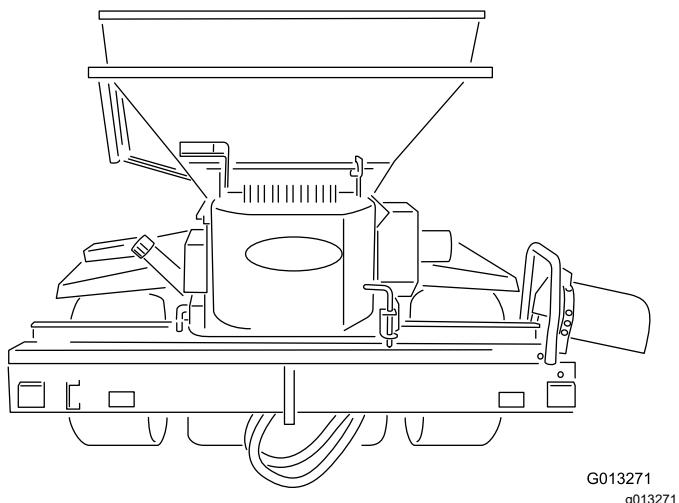

Рисунок 8
10. Зафиксируйте транспортер с помощью пальца в положении хода, при этом двигатель должен быть расположен с правой стороны подкормщика растений (Рисунок 8).